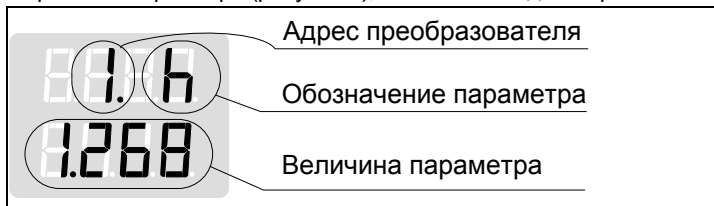

Рисунок 5
2.1.5 В «рабочем режиме» (основной режим) осуществляется просмотр измеренных параметров. Сигнализатор периодически опрашивает одно из подключенных устройств к линии СЕНС и показывает значение измеренного им параметра. На верхней строке отображаются адрес преобразователя и обозначение параметра, на нижней – величина измеренного параметра (рисунок 5), после чего индикатор плавно гаснет.